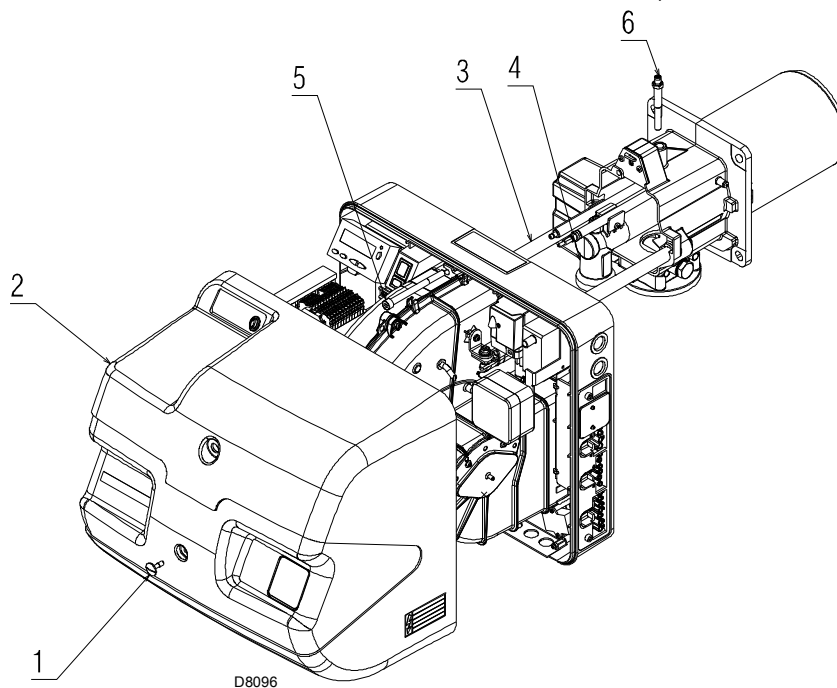

图 37
- 松开螺母 1)(图 37), 取下保护罩 2)。
- 拆下螺丝 5)(图 37), 将燃烧器沿滑杆 3) 向后拉出约 100mm。
- 重新拧紧螺丝 3)(图 37), 将探针和电极引线轻轻拉紧。